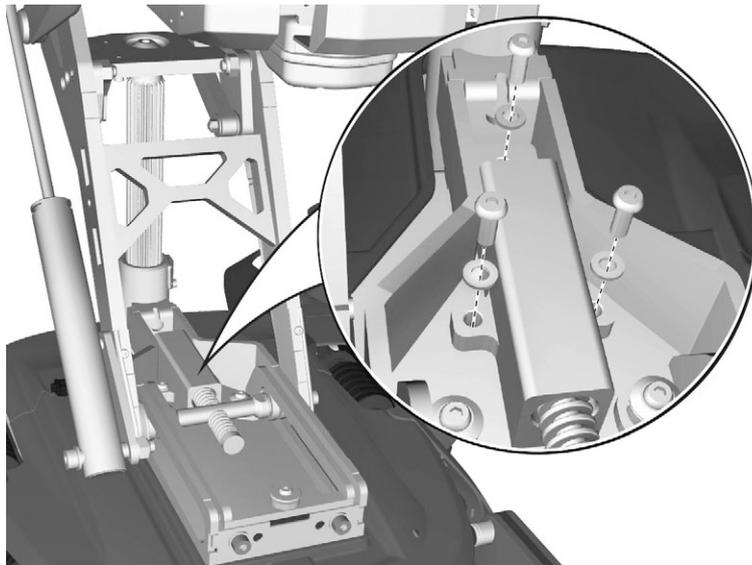

Abbildung 112. Federeinheit montieren. Sie ist mit drei Schrauben und Unterlegscheiben befestigt.
3. Federeinheit abmontieren. Sie ist mit drei Schrauben und Unterlegscheiben befestigt. Siehe Abbildung. 112.
1. Federeinheit montieren. Sie ist mit drei Schrauben und Unterlegscheiben befestigt. Siehe Abbildung. 112.